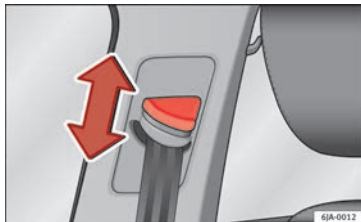

Fig. 80 Emplacement de montage du dispositif de réglage en hauteur des ceintures
- Appuyez sur le haut de la ferrure d'inversion et maintenez celle-ci dans cette position » fig. 80.